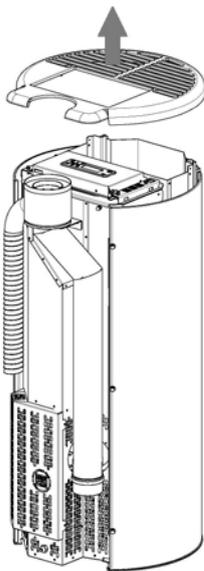

Fig. 27 - Abdeckplatte entfernen
- Abdeckung aus Gusseisen entfernen (siehe **Fig. 27**).